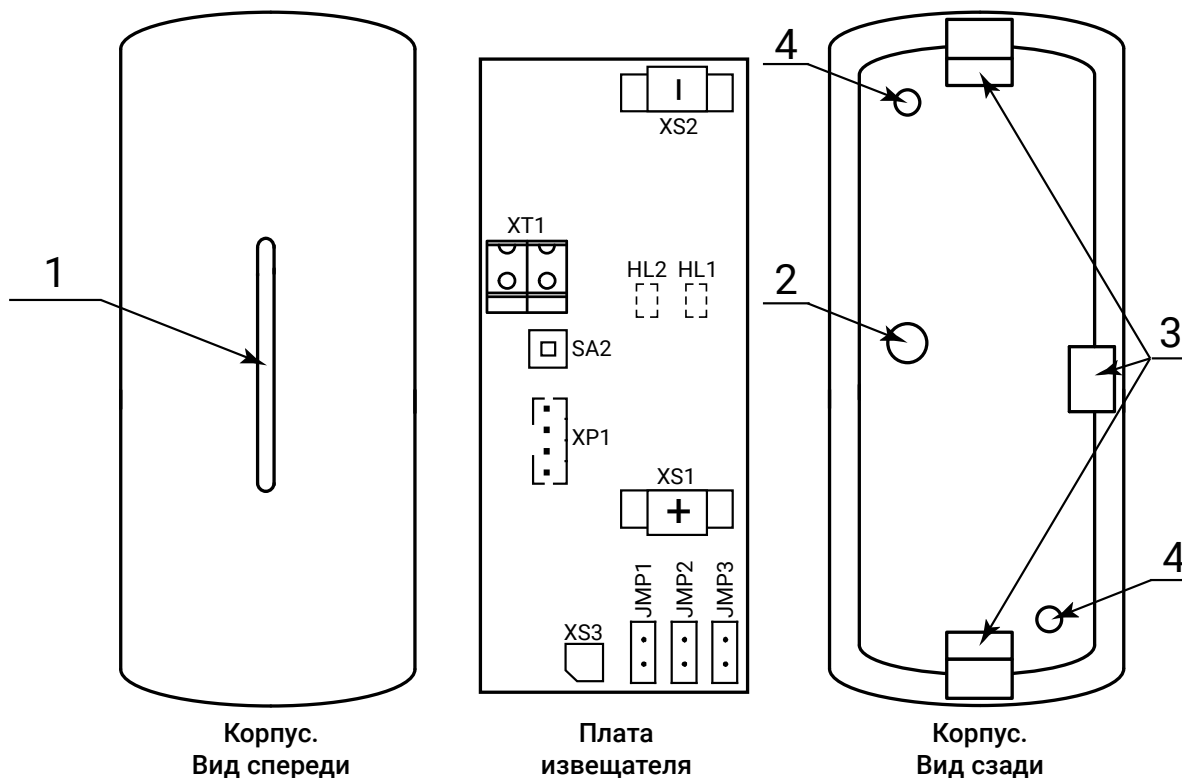

Рисунок 1. Извещатель «RWD2»
- Установите извещатель на ровную поверхность и надежно зафиксируйте его корпус с помощью креплений (рис. 1).